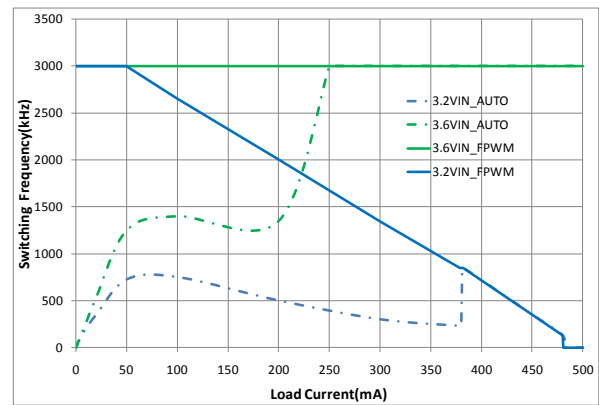

图8. 降低开关频率的 t_{OFF} (MIN) 效应
- 受限于t_{OFF}最小值（参见图 图8的典型操作性能）。